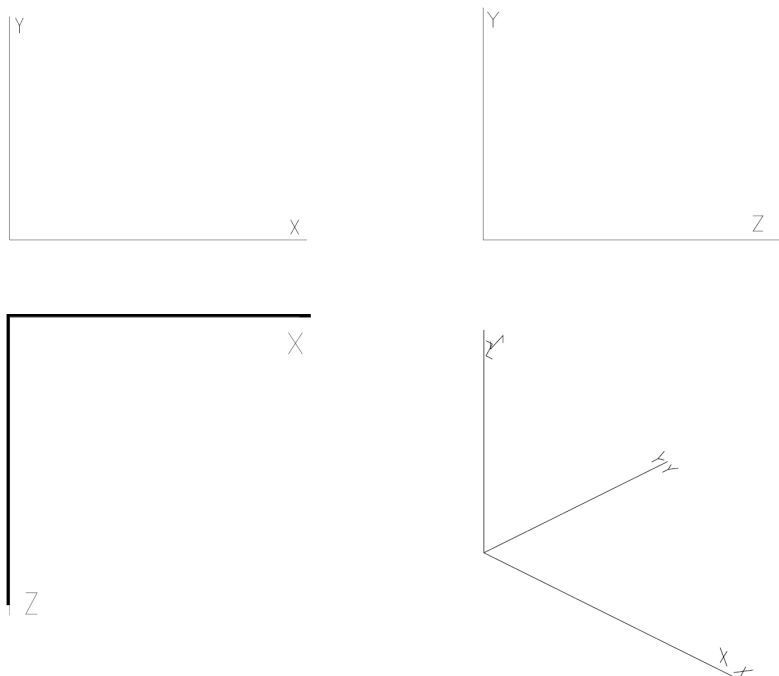

FIG 1.
2. Indgangsbilledet vil vise viewportkonfiguration VP4, der består af 4 forskellige views af det 3-dimensionale koordinatsystem, se fig. 1. For at få denne konfiguration tilbage efter at have brugt enkelte views gøres følgende. Under menuen View findes Viewports, named Viewports. Her klikkes på VP4 og derefter OK.